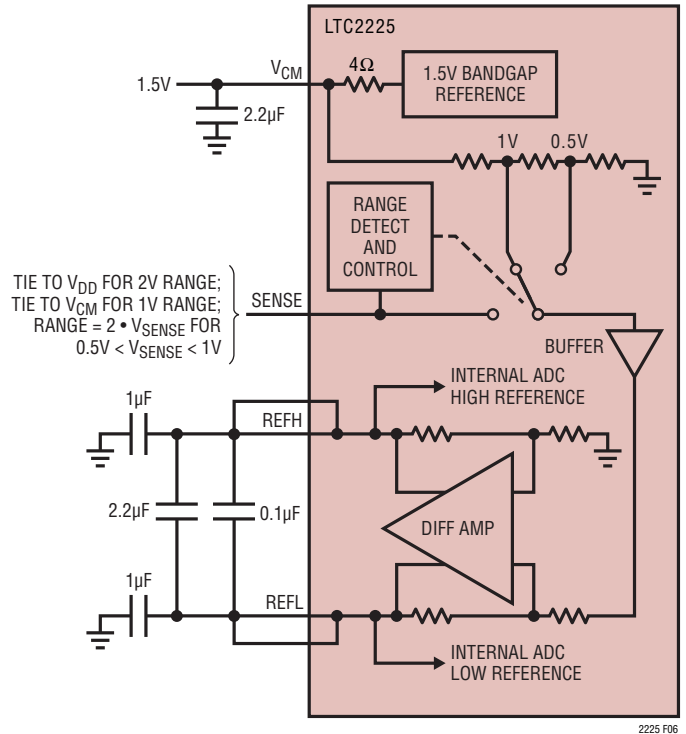

図6. 等価リファレンス回路
1.5Vのバンドギャップ・リファレンス、差動アンプ、およびスイッチングと制御の回路で構成されるLTC2225のリファレンス回路を図6に示します。内部電圧リファレンスはピンで選択可能な2V(差動±1V)または1V(差動±0.5V)の2つの入力レンジに設定することができます。SENSEピンをV_{DD}に接続すると2Vの範囲が選択され、SENSEピンをV_{CM}に接続すると1Vの範囲が選択されます。
差動アンプはADCの“H”リファレンスと“L”リファレンスを生成します。高速スイッチング回路がこれらの出力に接続されているので、これらの出力は外部でバイパスする必要があります。各出力には2つのピンがあります。パッケージのインダクタンスを減らすために複数の出力ピンを必要とします。バイパス・コンデンサは図6に示すように接続する必要があります。